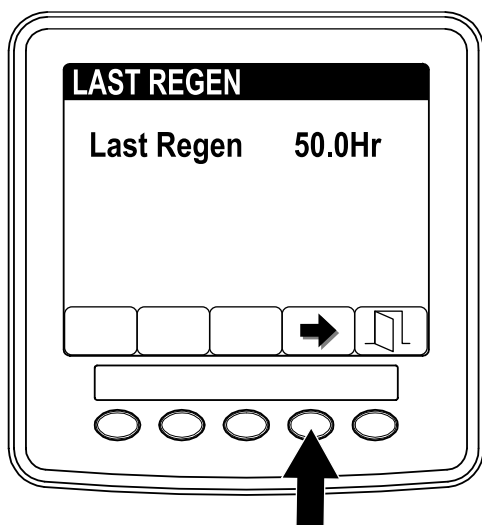

Figure 37
3. Dans le champ LAST REGEN (Figure 37), entrez le nombre d'heures de fonctionnement du moteur depuis la dernière régénération commandée, en stationnement ou d'urgence.